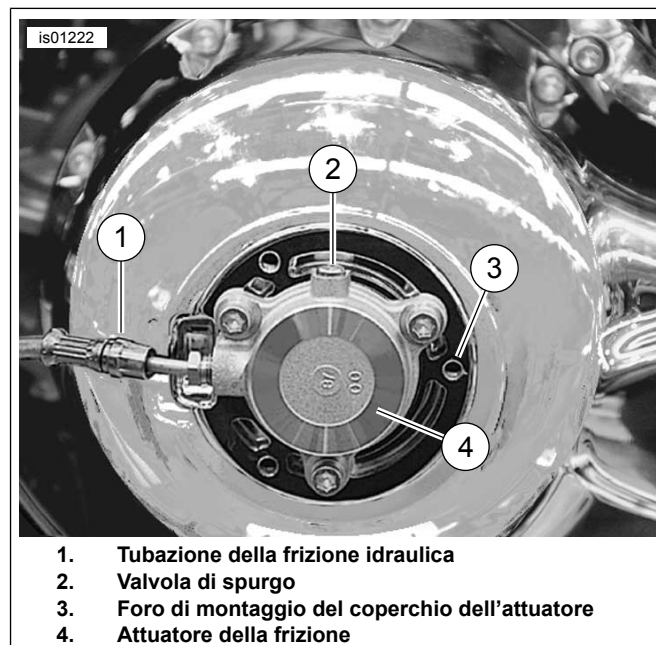

**Figura 4. Gruppo degli indicatori di direzione e specchietto**
7. Vedere Figura 4. Installare il gruppo dello specchietto (1) e degli indicatori di direzione. Serrare il dado bloccante dell'indicatore di direzione (2) in modo sicuro.